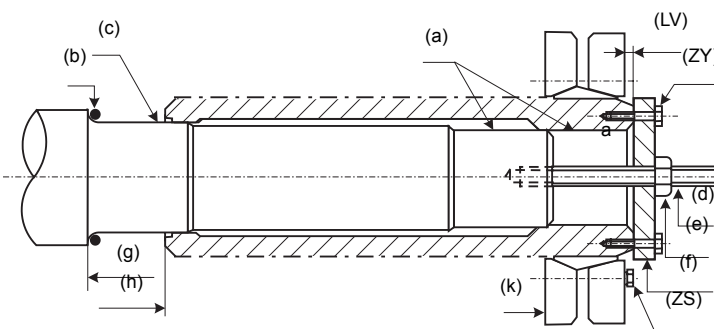

Abb. 11
### Montage - Abb. 11
Hinweis 1: Bei vertikalen Getrieben ist eine Druckscheibe (B) zu montieren, um ein Bewegen des Getriebes bei Lockerung der Sicherungsschraube (ZS) zu vermeiden (Abb. 11).
- (1) Wenn die anzutreibende Welle (Bild 11) keine Schulter hat, muss ihr Sitz bei Montage mit einem Distanzring (h) gesichert werden. (Der Distanzring (h) gehört nicht zum Lieferumfang des Getriebes.)